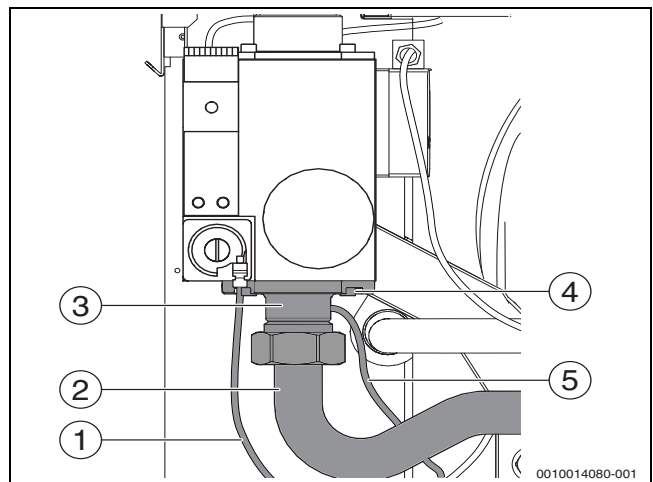

Рис. 25 Демонтаж диафрагмы
- ▶ Проверьте правильное расположение трубок для измерения компенсации [1] и давления газа на выходе [5] (→ рис. 25 и 74, стр. 69).